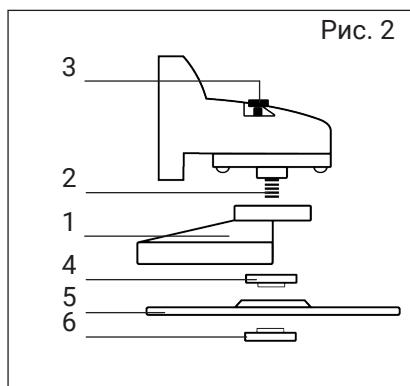

Рис. 2
Шлифмашина состоит из электродвигателя и редуктора в пластиковом прорезиненном корпусе. В передней части расположен шпиндель с фланцами (рис. 2, поз. 4, 6) фиксирующими отрезной диск (рис. 2, поз. 5), кнопка блокировки вала (рис. 1, поз. 2), а также установлен защитный кожух (рис. 1, поз. 4). Для начала работ необходимо нажать на выключатель (рис. 1, поз. 1), при нажатии включится электромотор шлифмашины. При длительной работе можно зафиксировать положение постоянных оборотов у выключателя, зафиксировав выключатель в верхнем положении.
#### 4.3 Установка и замена диска (Рис. 2, 3):
- заблокировать вал (Рис. 2, поз. 2), зажав и удерживая кнопку блокировки вала (Рис. 2, поз. 3);
- после установить новый диск (Рис. 2, поз. 5) в обратной последовательности Рис. 2.
- на заблокированном валу (Рис. 2, поз. 2) зафиксировать рабочий диск затяжкой внешнего фланца (Рис. 2, поз. 6) накидным ключом.